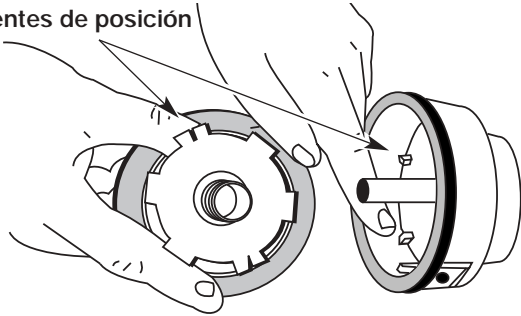

Figure 19
5. Inspeccione los dientes de posición del carrete interior y la bobina exterior para verificar que no exista desgaste (Fig. 19). De ser necesario, elimine las rebabas o cambie el carrete y la bobina.